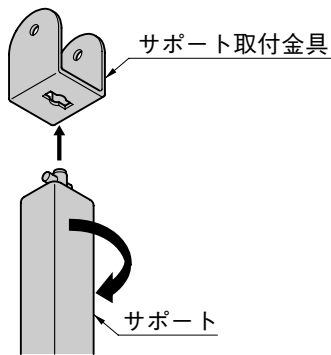

図5-1
- ❶ サポート頭部をサポート取付金具に差込み90°回して引掛けます。(図5-1)